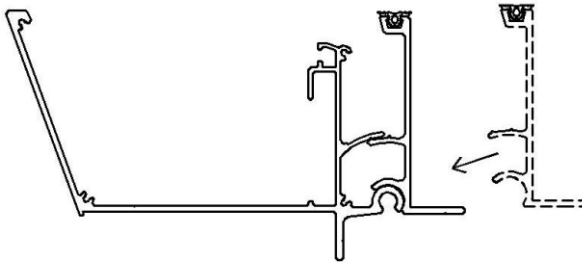
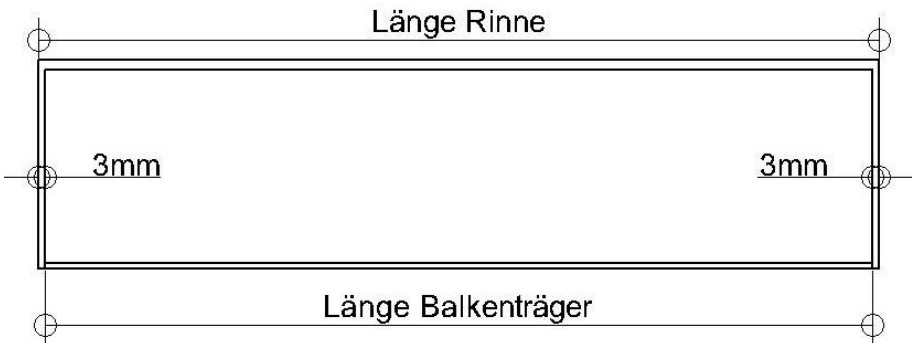

Abb. 3
Abb. 4
- 1.8 Platzieren Sie das Kippprofil in das Rinnenprofil Abb.: 3 so, dass es genau mittig vor dem Rinnenprofil eingesetzt ist ca.: 3mm auf jeder Seite zurück. Abb.: 4